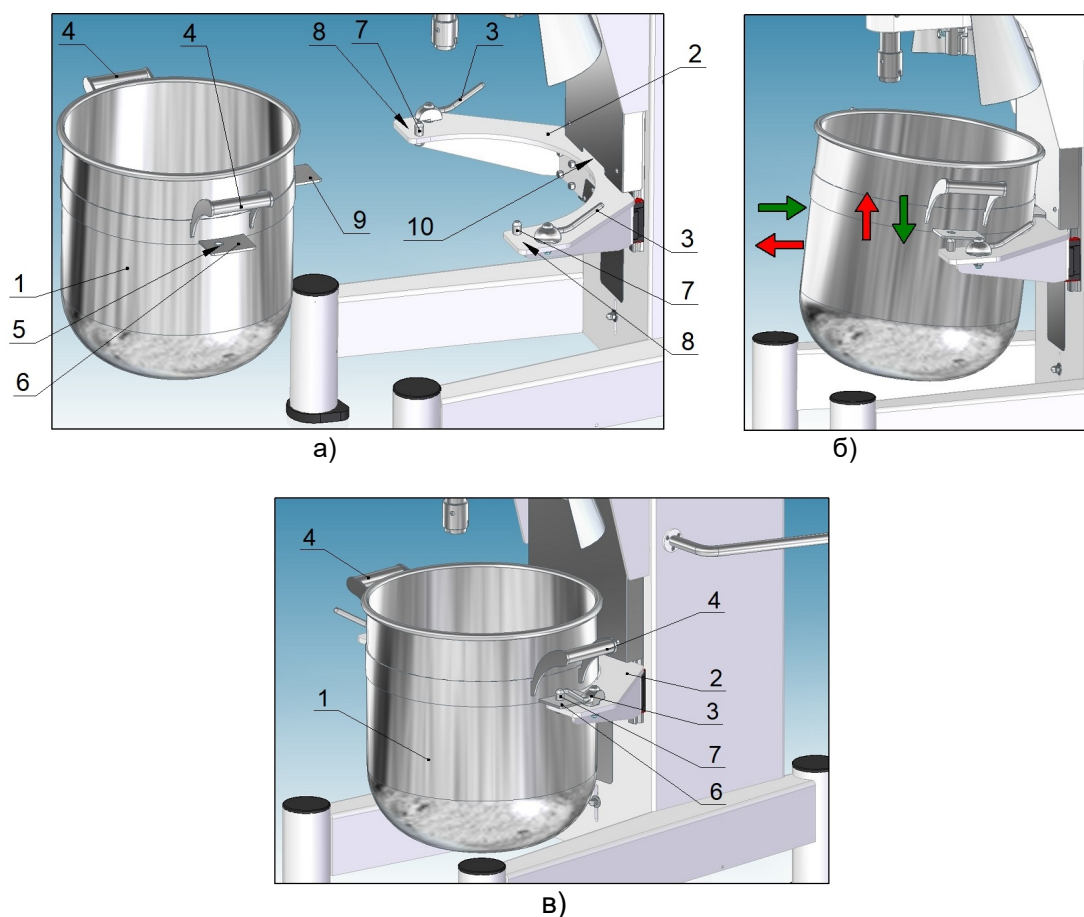

Рис. 5 Установка/извлечение дежи
7.3.2. Установка дежи (1) осуществляется в следующей последовательности (рис. 5):
- взять дежу (1) за рукоятки (4) и развернуть её задней пластиной (9) в сторону миксера (рис. 5«а»);
- установить дежу на опорную поверхность (8) кронштейна (2) лифтового механизма таким образом, чтобы отверстия (5) опорных пластин (6) были совмещены с пальцами (7) на кронштейне (2), а задняя пластина (9) – с пазом кожуха (10). При этом дежа устанавливается на опорную поверхность (8) кронштейна (2) на пластинах (6) и (9) (рис. 5«б»);
- закрыть прижимы (3) поворотом их рукояток, дежа установлена (рис. 5«в»).